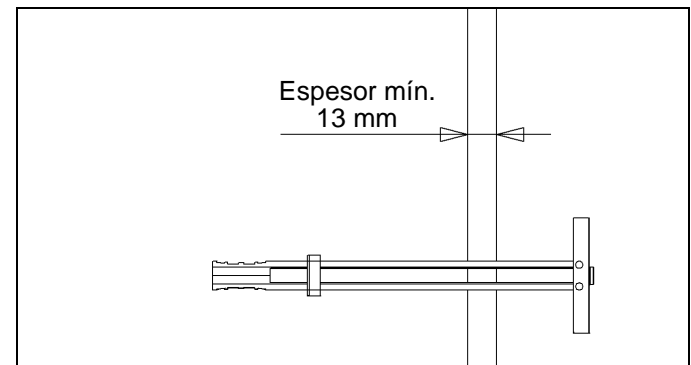

Figura 5.
3. Con el anclaje plástico (100) insertado en el orificio, deslice el extremo de agarre para colocar el extremo dentro del orificio perpendicular a la pared (véase la figura 5).